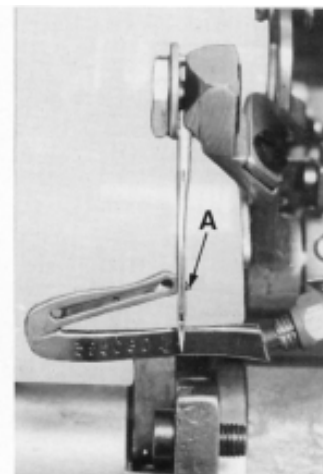

FIG. 5
When the lower looper (A) on its travel left to right passes the needle, the needle should be deflected approximately 0.10mm (.004") to the front (towards the operator). (Fig. 5).
Wenn der Untergreifer (A) von links nach rechts die Nadel passiert, muß dieser die Nadel etwa 0.10mm nach vorne (in Richtung näherin) ablenken. (Fig. 5).